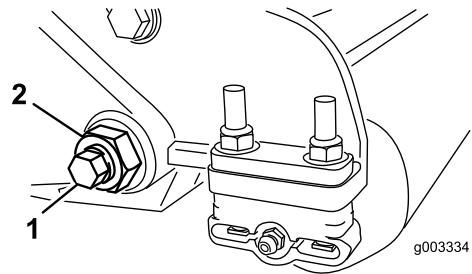
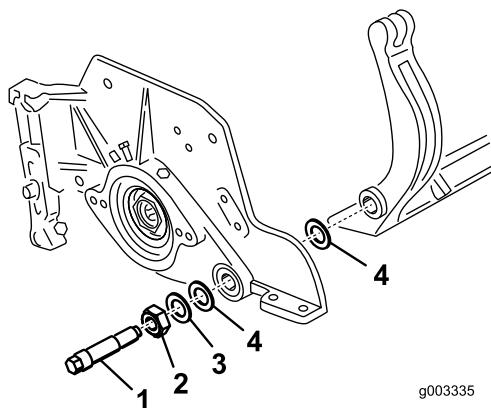

Bild 30
Bild 31
- Lösen Sie an jeder Seite der Maschine die Klemmmutter, mit der die Schraube des Untermesserträgers befestigt ist (Bild 30).
- Nehmen Sie jede Schraube des Untermesserträgers ab, damit der Untermesserträger nach unten gezogen und von der Maschine entfernt werden kann (Bild 30). Bewahren Sie die beiden Nylonscheiben und die beiden Scheiben aus gestanzten Stahl an jedem Ende des Untermessers auf (Bild 31).
- Befestigen Sie den Untermesserträger mit den Untermesserträgerschrauben (Muttern an den Schrauben) und den sechs Scheiben an jeder Seitenplatte. Legen Sie eine Nylonscheibe an jede Seite des Seitenplattenansatzes. Legen Sie eine Stahlscheibe außen auf jede Nylonscheibe (Bild 31). Ziehen Sie die Schrauben mit 37 bis 45 Nm an. Ziehen Sie die Sicherungsmuttern an, bis sich die Stahlscheibe außen nicht mehr dreht und kein Spiel am Ende vorhanden ist, ziehen Sie jedoch nicht zu